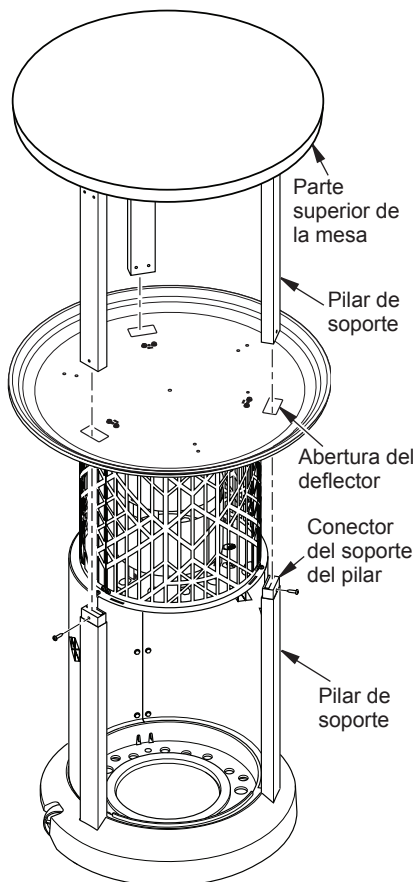

Figura 10 - Instalación de la parte superior de la mesa
17. Voltee el conjunto de soporte de la mesa hacia arriba. Deslice los pilares de soporte a través de las aberturas del conjunto de deflector (consulte la figura 10). Coloque los pilares de soporte superiores sobre los conectores de soporte de los pilares. Asegure cada conjunto con 1 tornillo (C) en cada uno (consulte la figura 10).